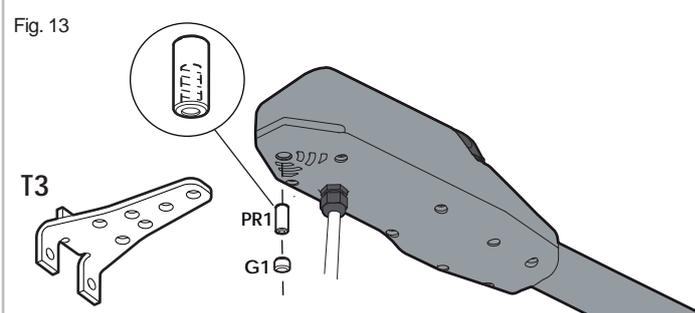

Fig. 13
- Fissare l'attuatore alla **staffa T3** ricordando che il foro filettato del perno di rotazione **PR1** deve essere rivolto verso il basso (Fig. 13).